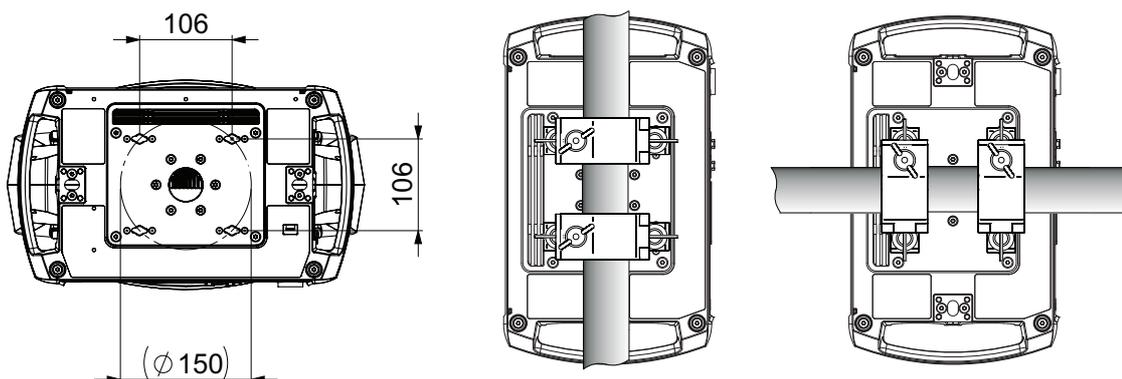
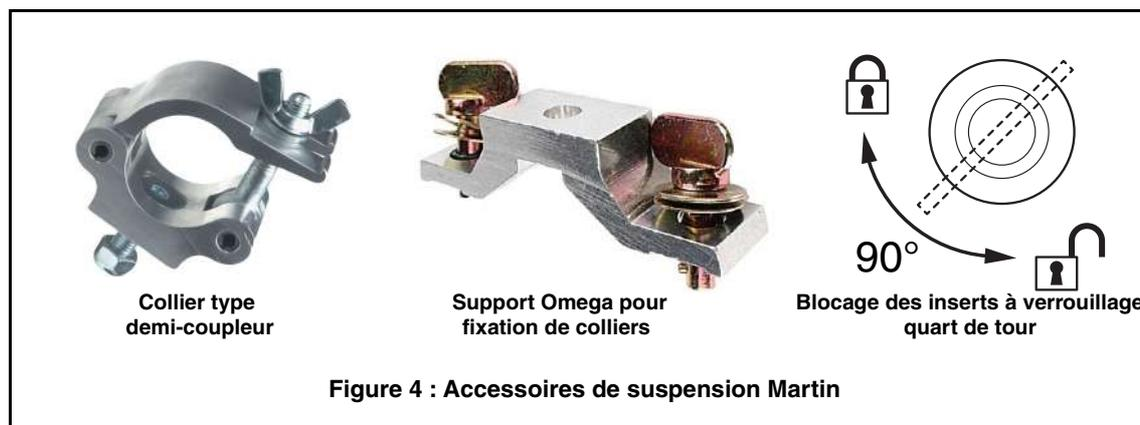

Figure 3 : Points de montage des embases Omega
Figure 4 : Accessoires de suspension Martin
Le MAC Aura PXL peut être fixé à une surface telle qu'une scène ou fixé à un pont dans n'importe quelle orientation à l'aide de deux embases Omega (voir Figure 4) et de deux colliers. Les colliers doivent être de type demi-coupleur ou d'un type équivalent qui encercle entièrement le tube porteur à moins que l'appareil ne soit installé en douche vers le bas, auquel cas d'autres types de colliers homologués pour le poids de l'appareil peuvent être utilisés.
Les points d'accroche au niveau de la base permettent le montage d'embases Omega équipées d'accessoires de suspension comme indiqué dans la Figure 3.
3. Voir la Figure 3 en page 10. Aligned le premier collier et son embase avec 2 points d'accroche de la base, puis engagez les deux inserts à quart de tour dans les emplacements correspondants de la base. Voir Figure 4. Tournez les leviers des inserts à quart de tour de 90° dans le sens horaire pour verrouiller. Répétez cette procédure pour la deuxième embase.